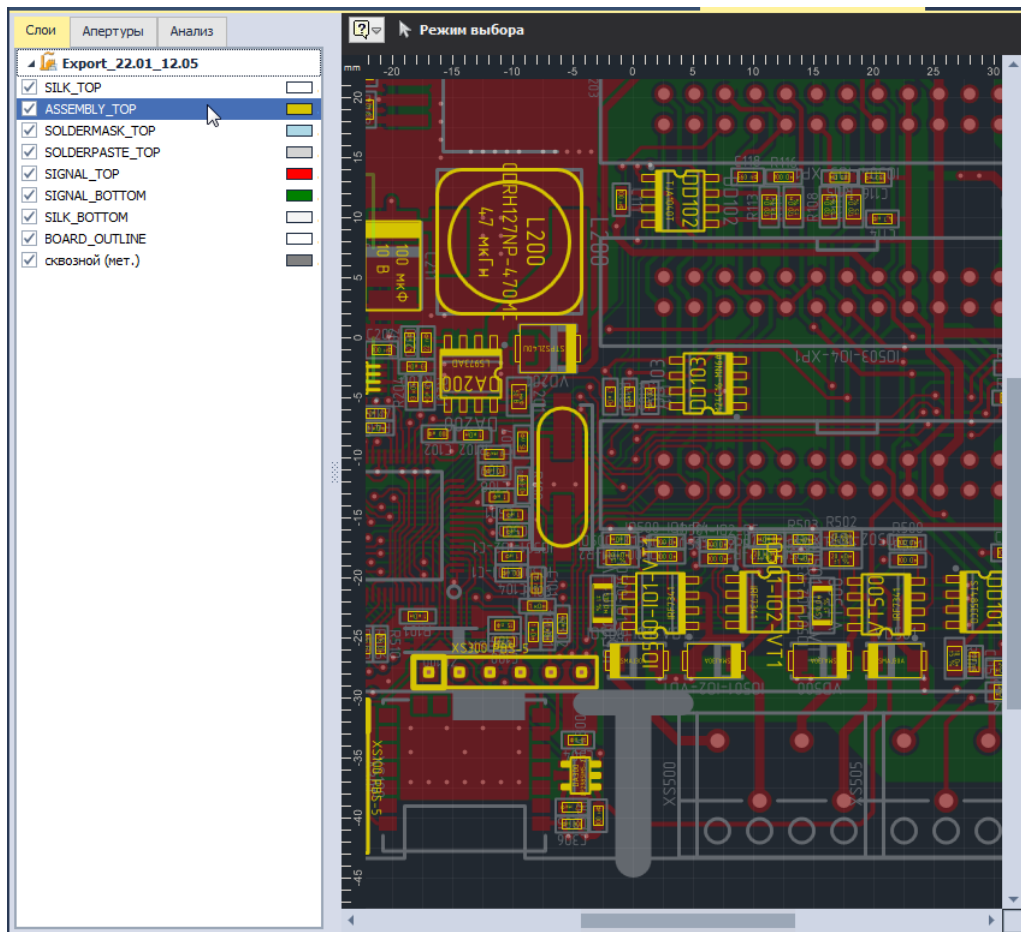

Рис. 97 Просмотр файлов для производства
6. Выбрать для просмотра - все файлы с расширением .gbr, см. Рис. 97.